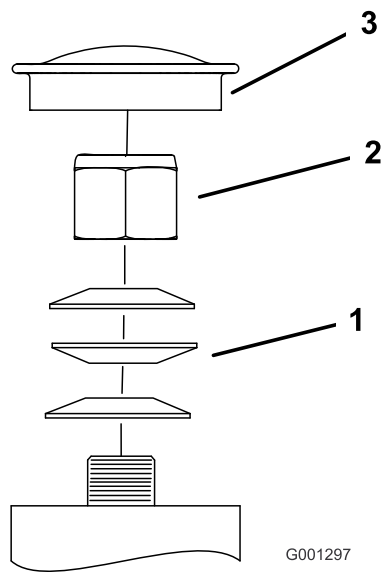

Figura 66
3. Retire el tapón antipolvo de la rueda giratoria y apriete la contratuerca (Figura 66).
4. Apriete la contratuerca hasta que las arandelas de muelle estén planas, luego afloje 1/4 de vuelta para establecer la precarga correcta de los cojinetes (Figura 66).
Importante: Asegúrese de que las arandelas de muelle están correctamente instaladas, según se muestra en Figura 66.
5. Coloque el tapón antipolvo (Figura 66).